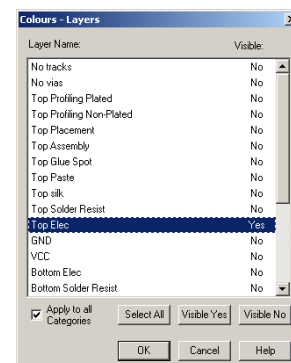

Рис. 2. Настройка видимости слоев для распечатки топологии.
8. Далее в списке слоев с помощью мыши выделим слой Top Elec и нажмем кнопку Visible Yes (рис. 2).